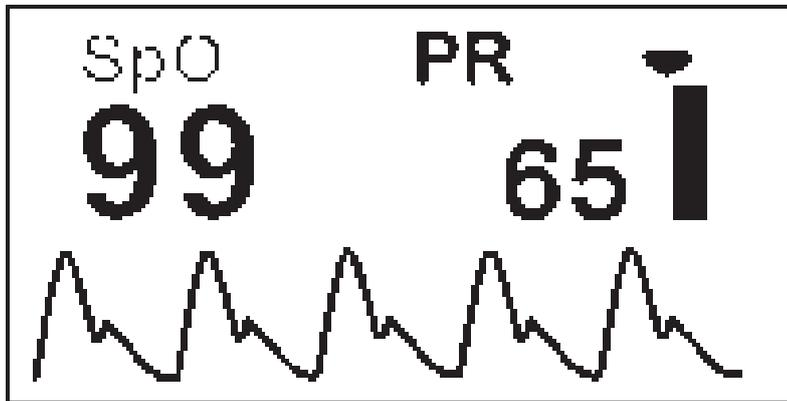
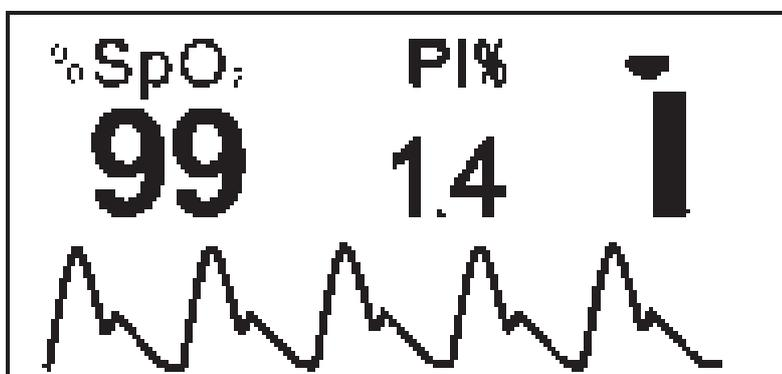

Figure 5
Figure 7
5. Lorsque l'écran affiche la forme d'onde comme dans la Figure 5 appuyez sur la touche pour dérouler les différentes fonctions :
6. Appuyez sur la touche pendant 2 secondes pour que l'affichage passe au mode dans la figure 7 :
Dans le mode illustré à la figure 7 sont surveillées et affichées à l'écran les valeurs de SpO₂ et de l'indice de perfusion à différence du mode illustré à la figure 5 où sont affichées et surveillées les valeurs de SpO₂ et de fréquence cardiaque.